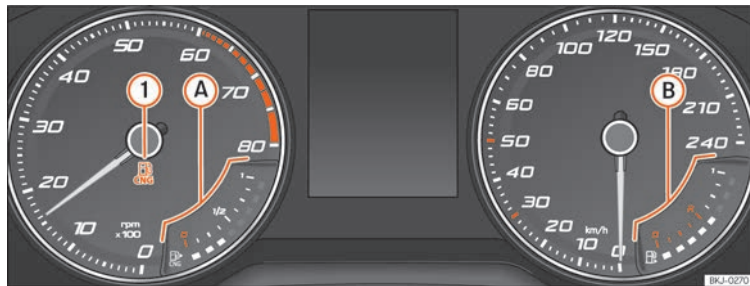

Fig. 74 Cuadro de instrumentos analógico: indicador de nivel de gas natural
Se ilumina en verde »» fig. 74 ①